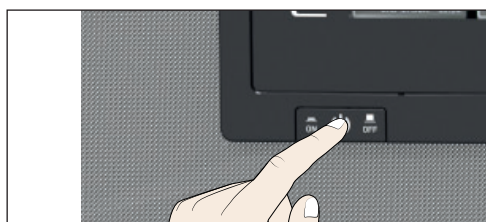

Fig. 23 Spegnere l'apparecchio
4. Spegner l'apparecchio dall'interruttore principale (Fig. 23).